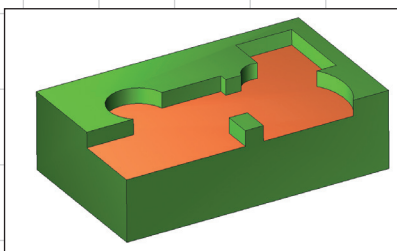

Рис. 6. Вычитание примитивов с объединением компланарных граней
- стало доступным управление слиянием компланарных граней в булевых операциях в случае вычитания примитивов (рис. 6 и 7);